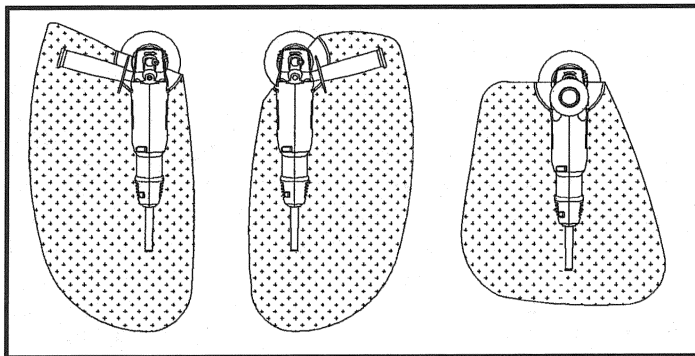

Fig. 4
3. Positionnez le couvre-meule sur l'outil de manière à le placer entre l'opérateur et la meule (voir Fig. 4).
**AVERTISSEMENT** : Assurez-vous toujours que le capot couvre-meule est bien positionné entre l'opérateur et la meule afin que les débris volants ou les morceaux d'une meule qui viendraient à se casser soient détournés de l'opérateur (voir Fig. 4).